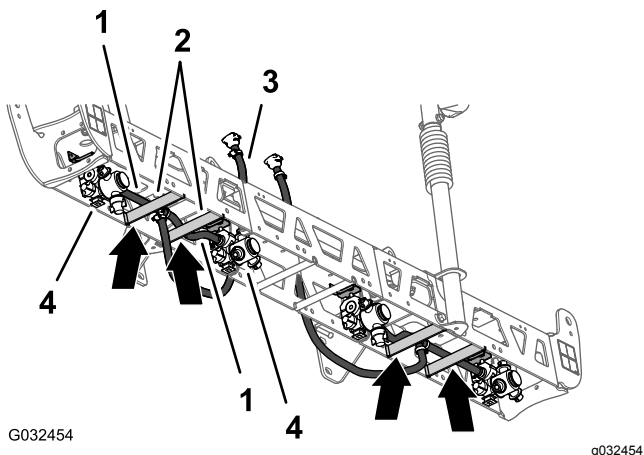
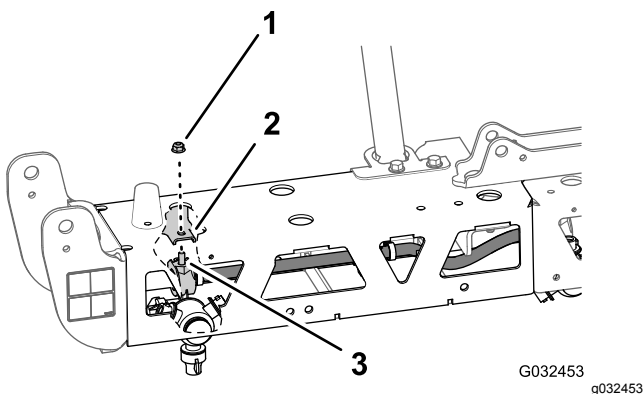

图81
图82
- 将喷嘴的六角头螺栓5/16 x 3/4 英寸对准并穿过喷嘴固定架图82中的孔使用在 **拆卸喷嘴** (页码 27) 的步骤 1 和 4 中卸下的凸缘锁紧螺母5/16 英寸将喷嘴松松固定到固定架上。
- 使用左右支撑托架将软管和宝塔连接器13 x 810mm放到中央喷洒臂段的侧面图81。
- 对另一外部桁架上的另一软管和喷嘴重复步骤 1 至 8 图81 和 图82。
- 将软管和喷嘴组件布置到外部桁架的两个桁架支杆之间图81。
- 将软管和喷嘴放到桁架支杆上方向外对着外侧喷嘴固定架图81。
- 将喷嘴的六角头螺栓5/16 x 3/4 英寸对准并穿过喷嘴固定架中的孔使用 Geolink 喷洒系统完成套件中的凸缘锁紧螺母5/16 英寸将喷嘴松松固定到固定架上图82。
- 将另一软管13mm和喷嘴组件布置到外部桁架的两个桁架支杆之间图81。
- 将软管和喷嘴放到桁架支杆上方向内对着内侧喷嘴固定架图81。